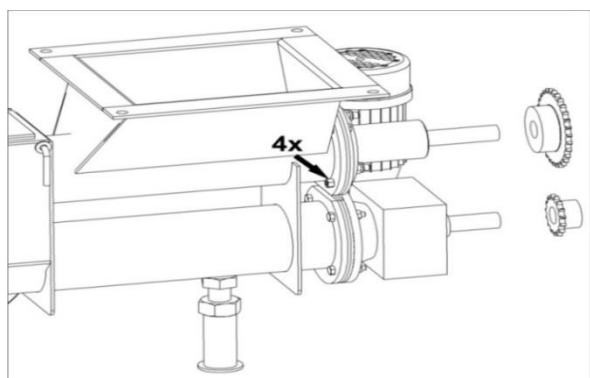

Fig 10. Scoaterea axului superior
Cutia de fum este echipată cu un capac de curățare (fig.10). Pentru a deschide capacul, deșurubați piulițele-fluturi, scoateți șaibele și arcurile.
- Scoateți axul cu șnec împreună cu lagărele de susținere. (Fig 10).